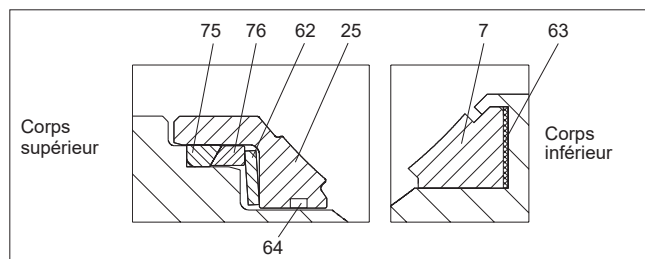

Fig. 27 Sièges G (2«)
- Monter le joint (63) dans son logement sur le demi-corps inférieur, puis le siège (7) comme indiqué sur la figure 27.
- Verrouiller le siège (7), à l'aide de l'outil spécial (cf. 4.9.4).
- Monter le joint (75), l'anneau de retenue (76), le ressort (62) et le siège (25) dans le demi-corps supérieur. Cf. figure 27.